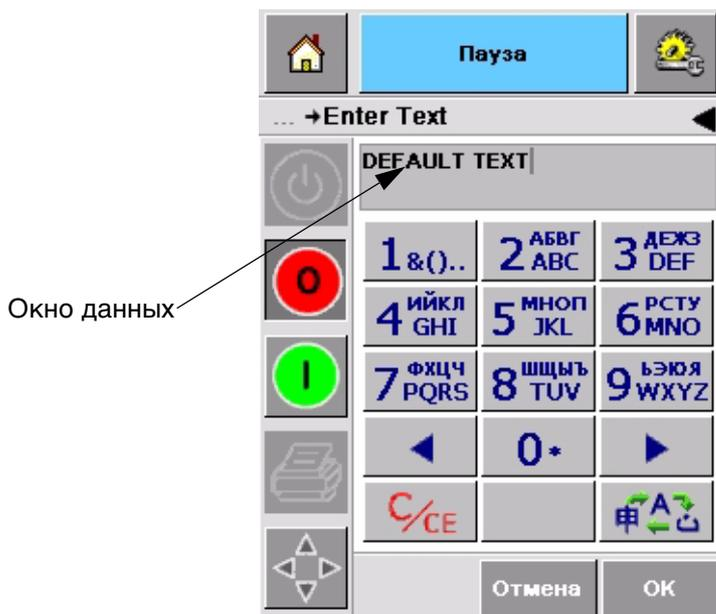

Рисунок 4-7: Окно данных по умолчанию
- 1 Нажмите в списке требуемую переменную задания на печать, чтобы ее выбрать (автоматически выбирается первая переменная в списке). В окне данных отображаются данные по умолчанию для этой переменной задания на печать (Рисунок 4-7 на странице 4-6).